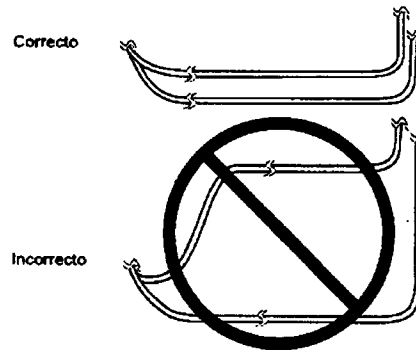

Figura 17. Colocación para varios electrodos.
- Cuando se implanten varios electrodos, diríjalos de forma que el área que los separa quede reducida al mínimo (Figura 17). Si los electrodos están colocados en forma de bucle y el paciente queda expuesto a alguna fuente de interferencias electromagnéticas (como detectores antirrobo),